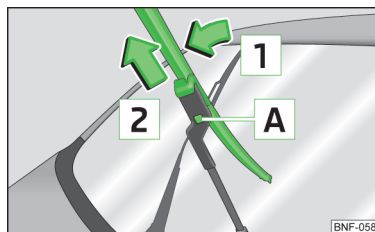

Fig. 122
- › Ridicați brațul ștergătorului de pe lunetă și basculați puțin lamaa ștergătorului de lunetă n sensul brațului ștergătorului de lunetă, săgeata 1 » fig. 122. ▶